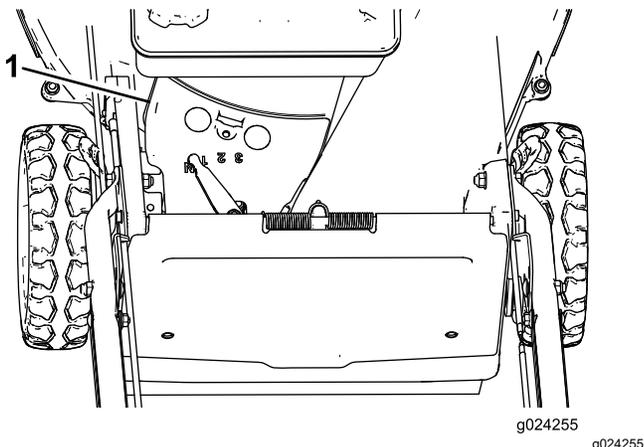

Figure 38
3. Déposez le protège-courroie (Figure 38) du carter du plateau de coupe.